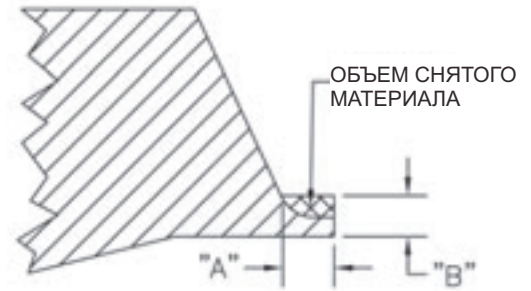

Рис. 3-64. Снятие фаски.
2. Выполните действия по снятию прямой фаски, останавливаясь после каждого прохода по достижении размера «В» на поверхности трубы. Допускается останавливать агрегат и проводить измерения во время снятия фаски, также рекомендуется отметить точки на поверхности трубы до начала работы. См. шаг 1 на рис. Рис. 3-64.
10. Перемещайте радиусный резец внутрь трубы, поворачивая рукоятку подачи против часовой стрелки. Продолжайте подачу до пересечения радиусного резца с нижней частью фаски (шаг 2 на рис. Рис. 3-64).